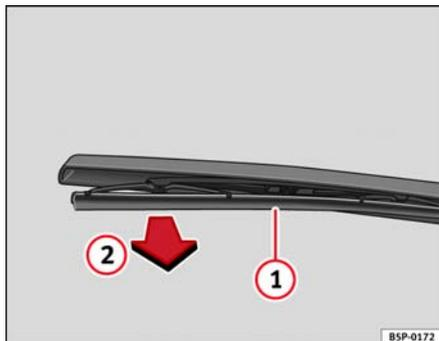

Fig. 160 Cambio de la escobilla del limpiaviento
- Separe el brazo del limpiaviento de la luneta ⇒ fig. 160
- Desenclipe la escobilla ① y tire de ella ②. ⇒ fig. 160